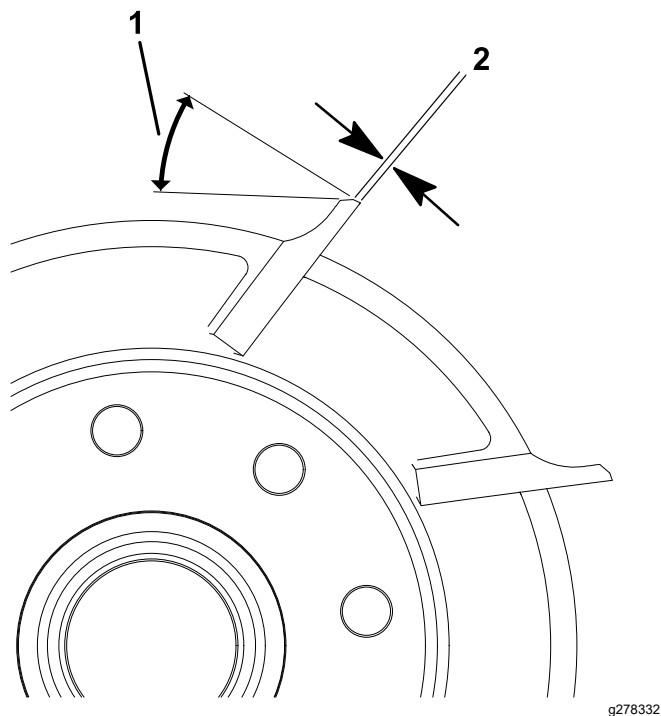

Figura 23
1. Applicate una rettifica di scarico di 30° su tutte le lame del cilindro in modo da ottenere una larghezza a terra di 0,8 mm (Figura 23).